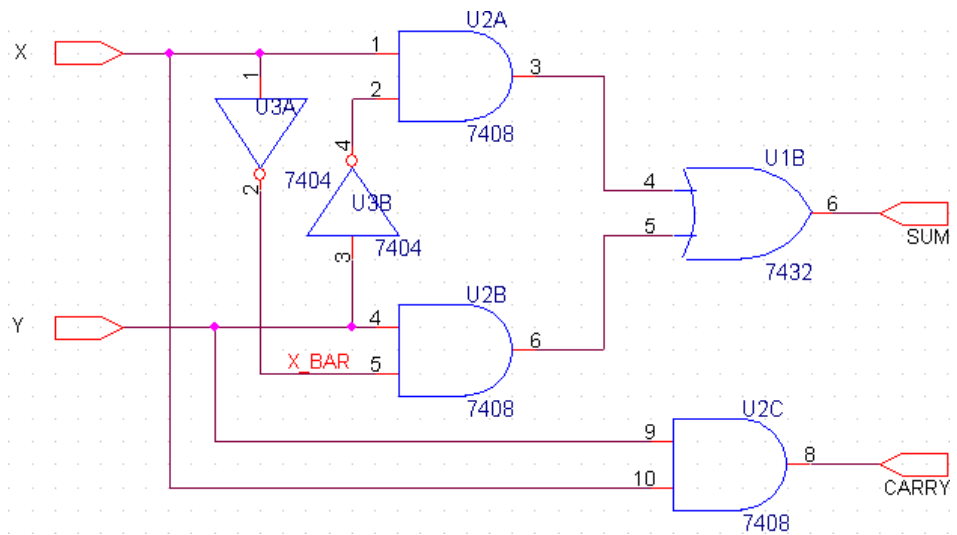

Рис.1 .
2. Собрать принципиальную схему проекта на примере схемы полного сумматора с иерархической структурой (рис. 1,2,3).
2.1. Разместить компоненты (Place / Part) на схеме нижнего уровня иерархии (рис.1), для добавления нужных библиотек использовать Add Library. Размес-
- Создать схему нижнего уровня (рис.1)